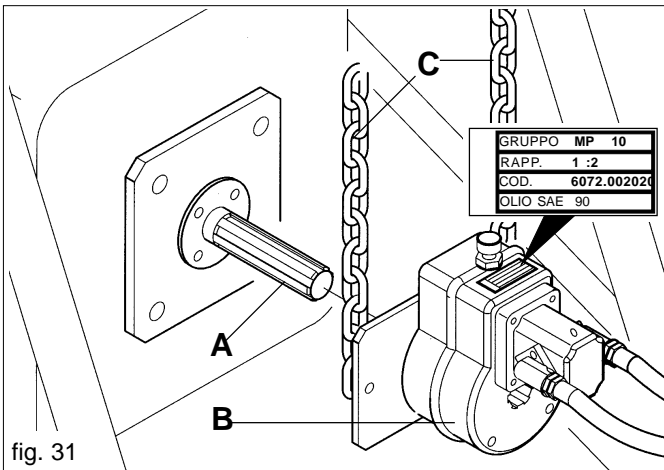

fig. 31
Bei abgeschaltetem Motor und stabil gebremstem Schlepper alle Schnellkupplungen einstecken. Die Zapfwelle des Schleppers (A Abb. 31) säubern und mit Fett schmieren. Das Getriebe (B) wie in Abb. 31 gezeigt auf die Zapfwelle des Anbaugeräts aufstecken.
Den festen Sitz des Getriebes überprüfen, dann ein Mitdrehen des Getriebes durch Anhaken der beiliegenden Haltekette (C Abb. 31) verhindern. **Den Ölstand des Getriebes kontrollieren, bei Bedarf Getriebeöl (ESSO SAE W80-90) nachfüllen.**
Falls der Antrieb von einem Zapfwelldurchtrieb an einer Kreiselege oder einer Bodenfräse abgenommen wird, die Antriebsorgane der Zinken möglichst ausschalten. Andernfalls unbedingt sicherstellen, daß keine Personen an das Heckanbaugerät herantreten können. Es ist für irgendwelchen Grund verboten die Höchstdruckventilschraube (C Abb. 31) zu verstellen, da sich die Einstellung der Anlage ändern würde und deshalb Motor- oder Pumpenbruch verursachen.